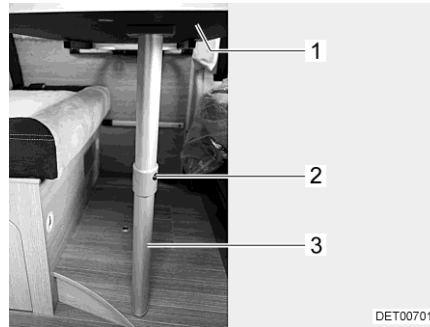

Fig. 57 Sommier de lit
- Soulever légèrement le plateau de table (Fig. 57,1) à l'avant.
- Appuyer sur le bouton de déverrouillage (Fig. 57,2) et rabattre la partie inférieure du pied d'appui à joint (Fig. 57,3) de 90°.